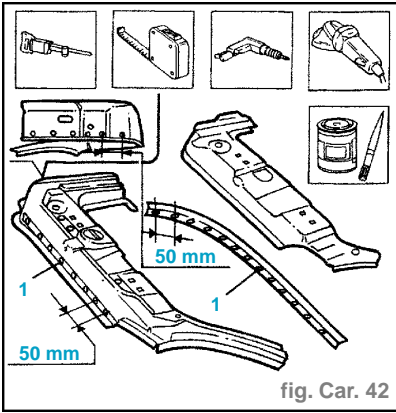

fig. Car. 42
- Utiliser la foreuse et enlever les points de soudure mis en évidence (2).
- Utiliser le ciseau et marteau, détacher les points de fraisés, donc enlever le montant renfort (3).
- Exercer des trous équidistants sur le montant antérieur (1) (fig. Car. 42).